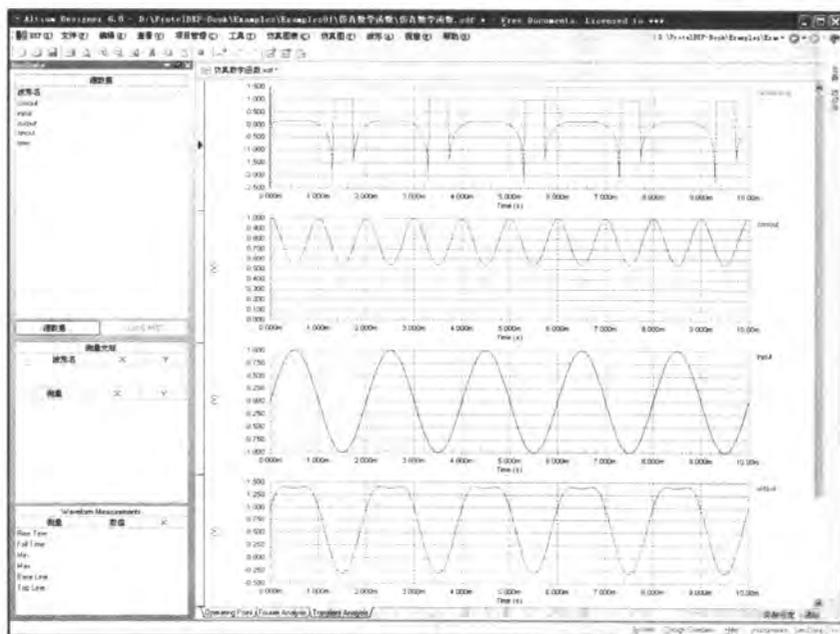

图 7-59 追加运算后的波形
- [3] 单击对话框中的 **建立** 按钮，则追加的波形显示在仿真图表中，如图 7-59 所示。